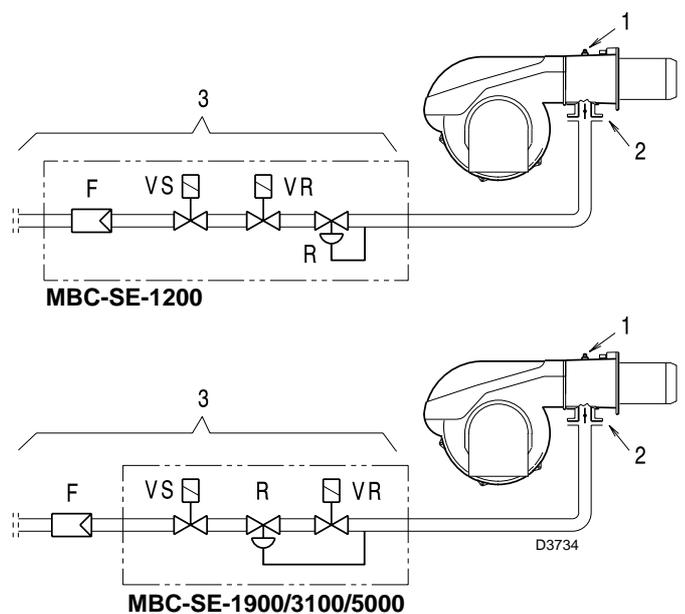

Fig. 26
Pressione del gas misurata alla presa 1)(Fig. 26), con:
Perdita di carico farfalla gas 2)(Fig. 26) con apertura massima: 90°.
Perdita di carico rampa 3)(Fig. 26) comprendente:
- sottrarre dalla pressione del gas alla presa 1)(Fig. 26) la pressione in camera di combustione.
Pressione del gas alla presa 1)(Fig. 26) = 32,2 mbar
Per conoscere invece la pressione del gas necessaria alla presa 1)(Fig. 26), fissata la potenza MAX alla quale si desidera funzioni il bruciatore:
- Leggere sulla destra, colonna 1, la pressione alla presa 1)(Fig. 26).
pressione necessaria alla presa 1)(Fig. 26).